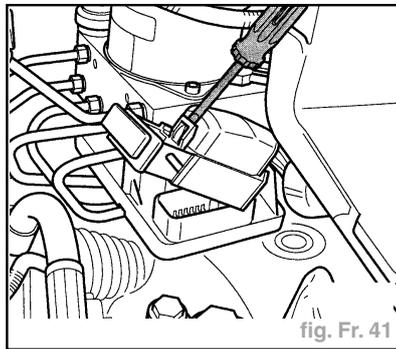

fig. Fr. 41
- Débloquer le capuchon de la fiche multiple avec un tournevis et l'enlever (fig. Fr. 41).